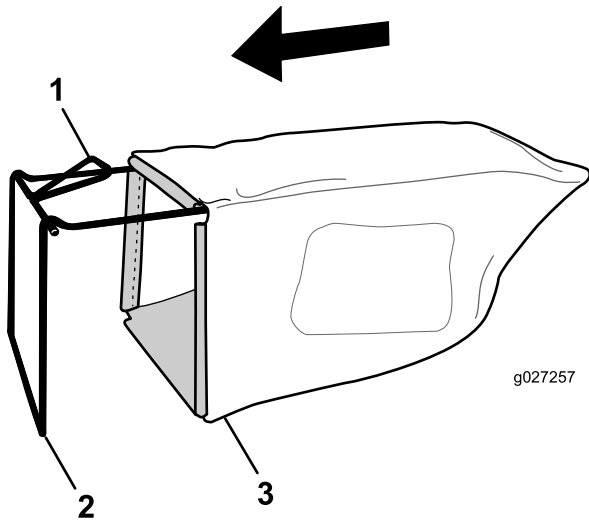

Figura 7
1. Infilate il cesto di raccolta sopra il telaio come illustrato in Figura 7.
**Nota:** Non infilate il cesto sopra la stegola (Figura 7).